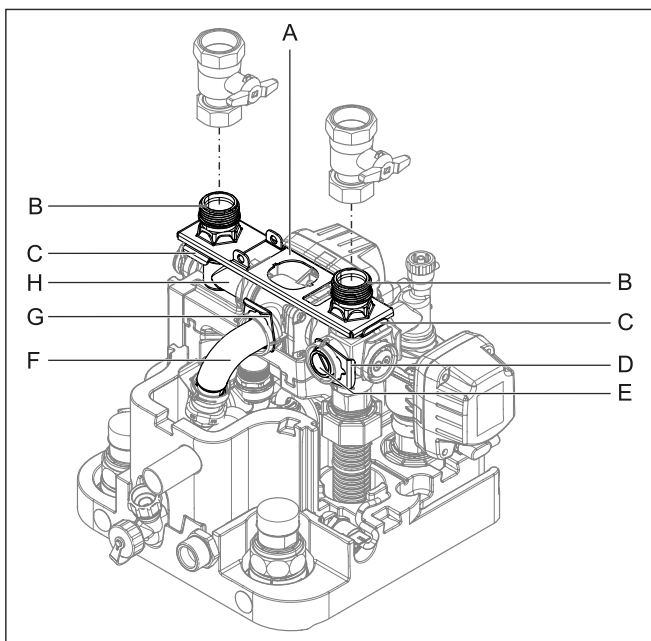
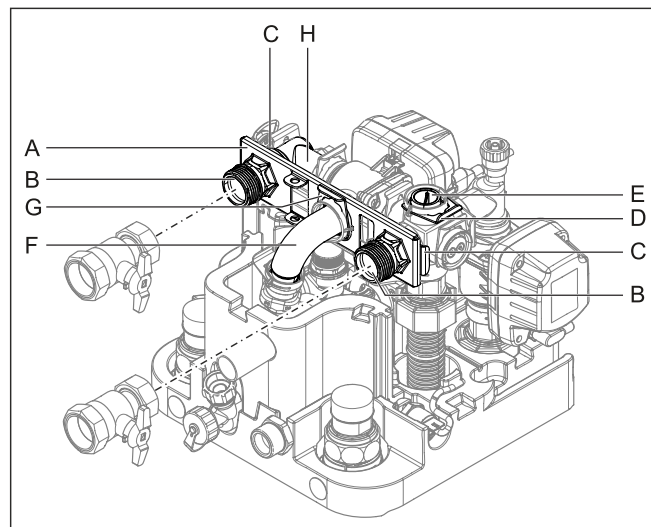

Fig. 3-18 Collegamenti del tubo di mandata e ritorno del riscaldamento rivolti verso l'alto
Fig. 3-20 Collegamenti del tubo di mandata e ritorno del riscaldamento rivolti indietro
- 2 Staccare entrambe le staffe staccabili dei giunti di allacciamento (Fig. 3-18, pos. C).
- 3 Rimuovere entrambi i giunti di allacciamento (Fig. 3-18, pos. B).
- 4 Rimuovere la lamiera di arresto (Fig. 3-18, pos. A).
- 5 Staccare la staffa staccabile del tappo (Fig. 3-18, pos. D).
- 6 Estrarre il tappo (Fig. 3-18, pos. E).
- 7 Girare l'elemento ad angolo (Fig. 3-18, pos. H) indietro di 90°.
- 8 Staccare la staffa staccabile del collettore (Fig. 3-18, pos. G).
- 9 Tirare con cautela il collettore (Fig. 3-18, pos. F) indietro dal suo supporto orizzontale in modo che la lamiera di arresto (Fig. 3-20, pos. A) possa essere spinta verticalmente per interporla.
- 10 Spingere la lamiera di arresto fra il collettore e il suo supporto orizzontale, quindi inserire il collettore (Fig. 3-20, pos. F) nuovamente nel suo supporto attraverso il foro centrale della lamiera di arresto.
- 11 Bloccare nuovamente il collettore con la staffa staccabile (Fig. 3-20, pos. G) nel suo supporto.
- 12 Inserire entrambi i giunti di allacciamento (Fig. 3-20, pos. B) attraverso la lamiera di arresto nei supporti laterali.
- 13 Bloccare entrambi i giunti di allacciamento con staffe staccabili (Fig. 3-20, pos. C) nei loro supporti.
- 14 Inserire il tappo (Fig. 3-20, pos. E) del supporto superiore.
- 15 Bloccare il tappo con la staffa staccabile (Fig. 3-20, pos. D).